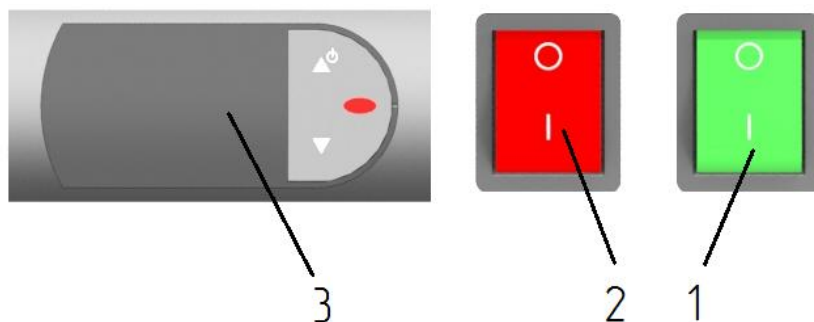

Рис.2. Блок управления с контроллером
5.3 После подключения изделия к электросети в соответствии с вышеизложенными правилами, можно приступить к его пуску с блока управления. Блок управления с контроллером изображен на рис.2.